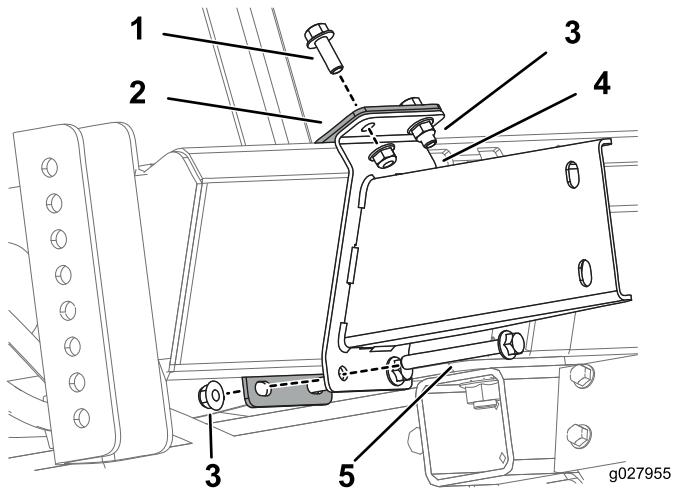

図 4
3. 図4のように、下側ブラケットと下側サポートブラケットを取り付けるボルト 3/8-16 インチ 2本、ボルト 3/8-16 x 3 1/2 インチ 2本、フランジナット 3/8-16 インチ 4個を使用する。